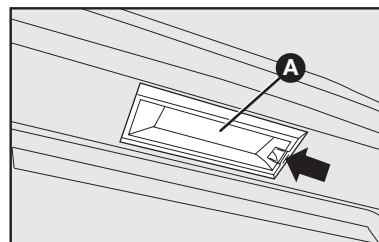

fig. 21
1) Quitar la lente **A-fig. 21**, utilizando un destornillador en el punto indicado por la flecha.